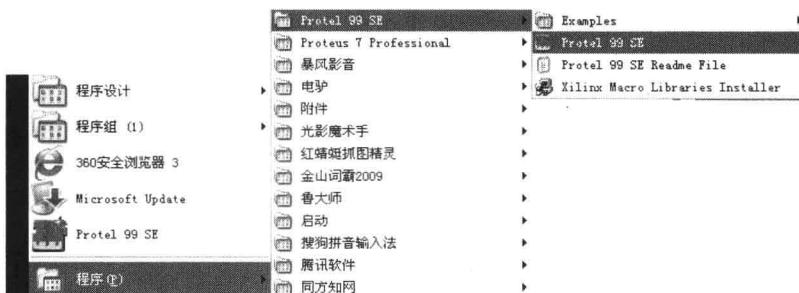

图 1-1 启动方法二
- (1) 方法一：双击其桌面快捷方式图标 。
- (2) 方法二：单击“开始/所有程序/Protel 99 SE/Protel 99 SE”启动，如图 1-1 所示。